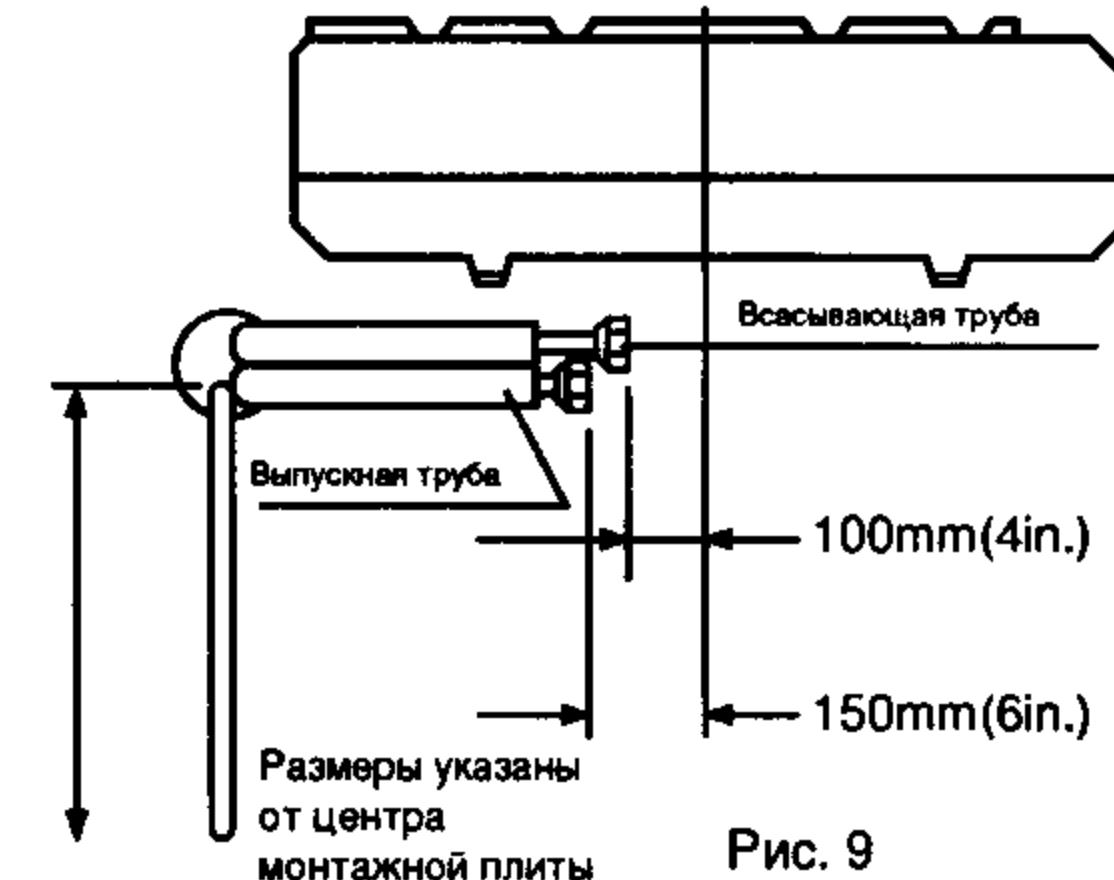

Рис. 9
1. Что касается лево- заднестороннего и левостороннего трубопроводов, трубы должны быть соединены внутри помещения и подогнаны до действительной монтажной длины. Оставьте эти трубы несвернутыми (рис. 9, 10).